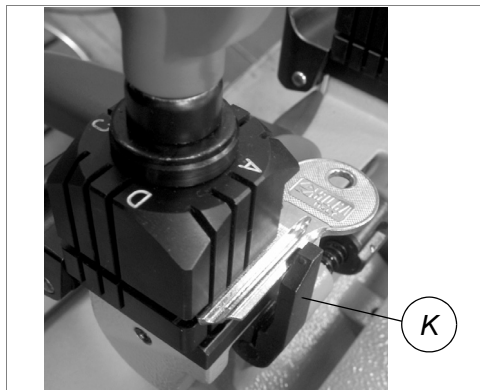
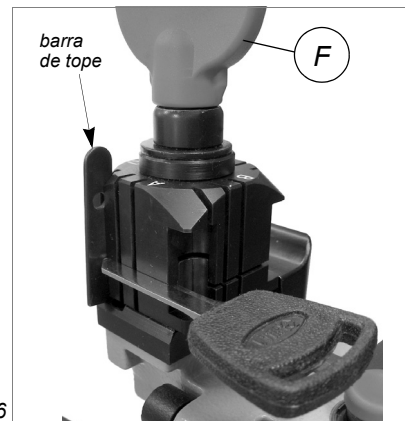

Fig. 15
Fig. 16
- el tope de la llave está arrimado contra el calibre (K) (fig. 15), o más bien la punta está apoyada contra la barra de tope (fig. 16).
- cierre las mordazas haciendo girar las manecillas (F).